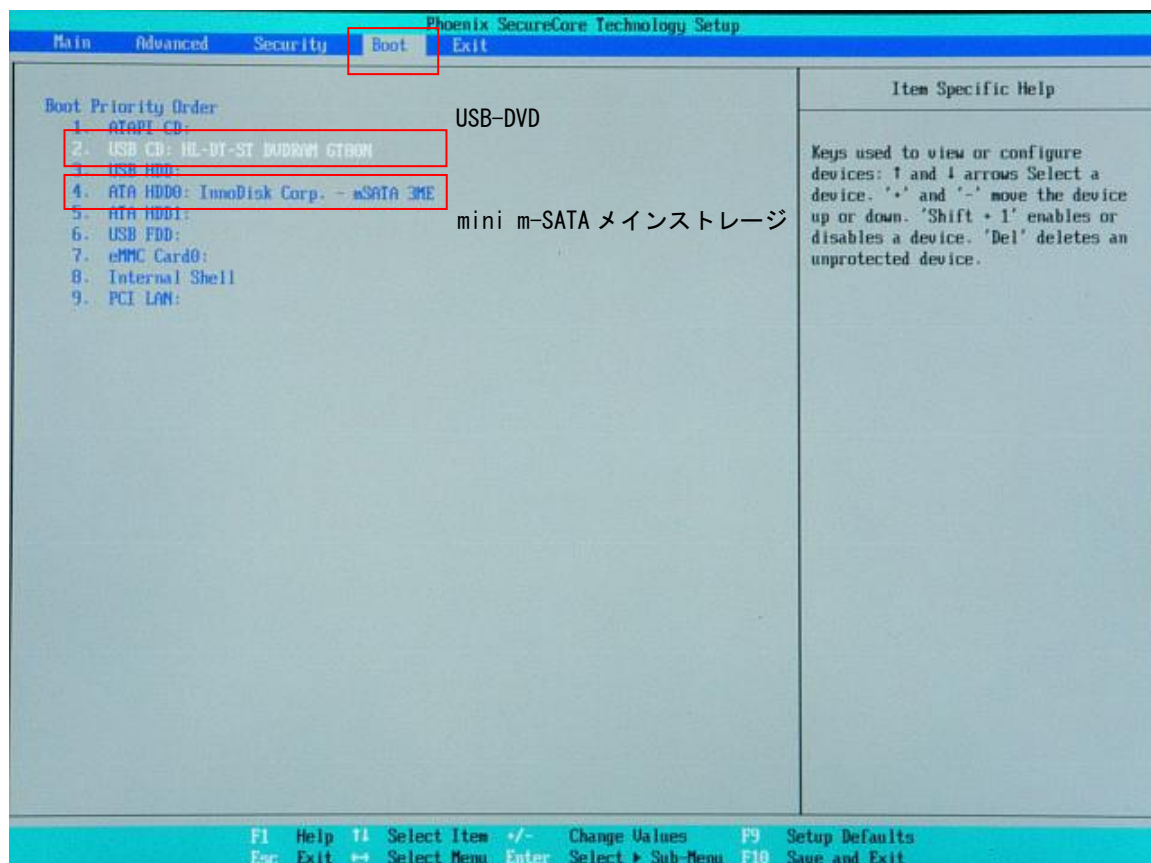

図 6-1-1-2. Boot デバイスの選択
- ⑩ [Exit]メニューを選択します。(図 6-1-1-3)
- ⑪ [Exit Saving Changes]を実行し、設定を保存して終了します。